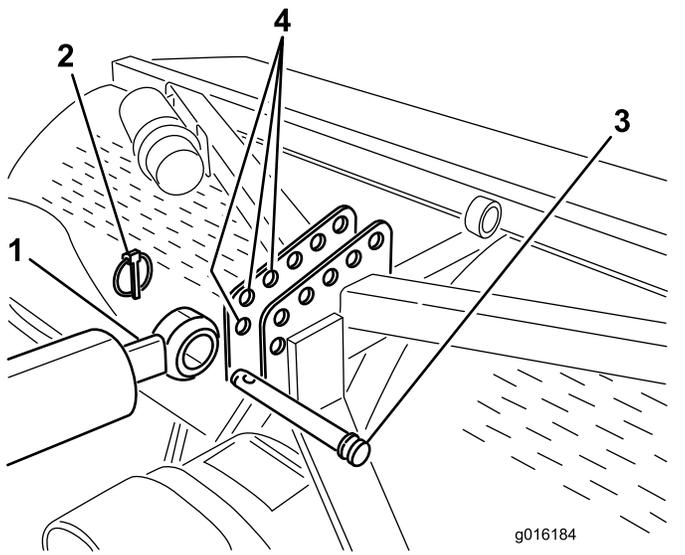
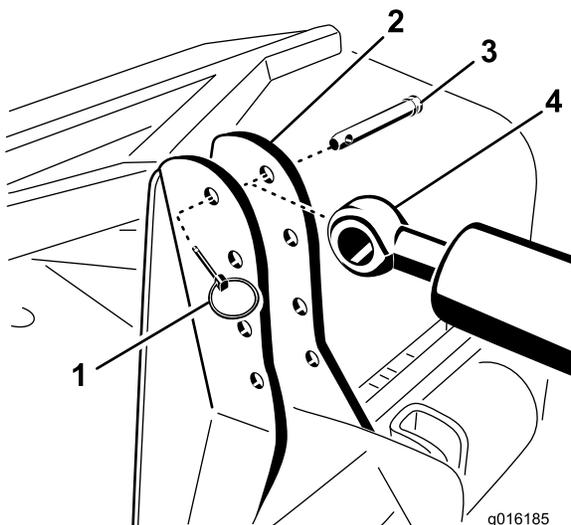

图 6
图 7
- 使用连杆销和保险销将液压顶部连杆的杆端固定至打孔机支架上最靠前的孔 **图 6** 或 **图 7**。